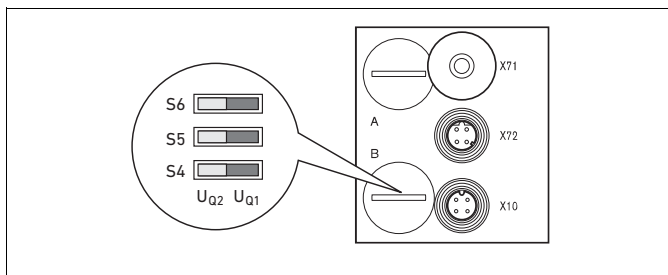

Fig 6: Kontakt S4, S5, S6 för tilldelning av ventilförsörjningsspänningarna (U_{Q1} , U_{Q2})
DIP-omkopplarna S4, S5 och S6 för tilldelning av ventilförsörjningen sitter under PG-förskruvningen **B** (se fig.6). Varje omkopplare är tilldelad:
1. Öppna det undre skruvlocket **B** (se fig. 6 på sidan 210).
2. Tilldela varje ventilgrupp en av de båda försörjningsspänningarna U_{Q1} eller U_{Q2} (se fig. 6 och tab. 14 på sidan 210) med hjälp av omkopplarna S4, S5 och S6.